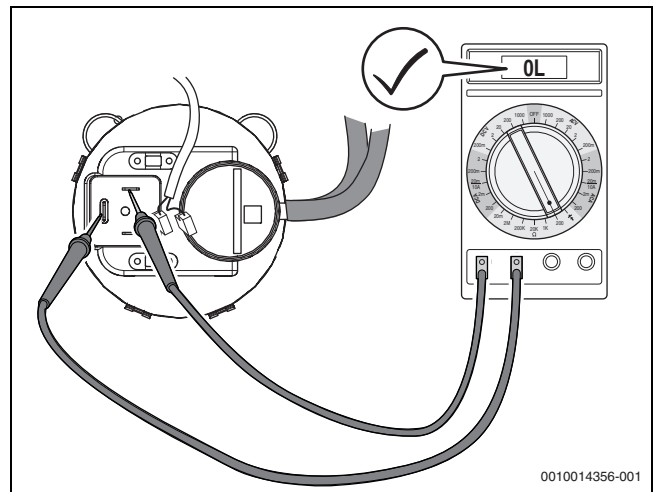

Рис. 70 Проверка проводимости дифференциального реле давления (реле в порядке)
- ▶ Отсоедините электрические провода на дифференциальном реле давления и измерьте сопротивление на контактах (→рис. 70).